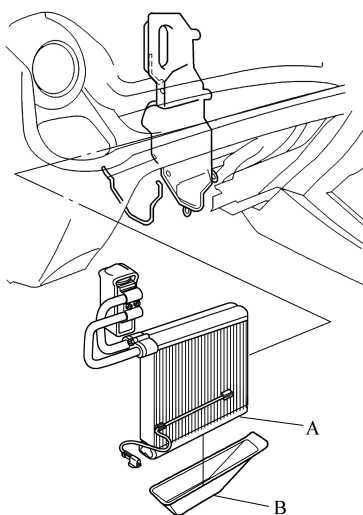

图 3-16 拉出蒸发器芯总成
9) 小心地拉出蒸发器芯总成 A，不要弯曲管路，然后拆下板 B，如图 3-16 所示。